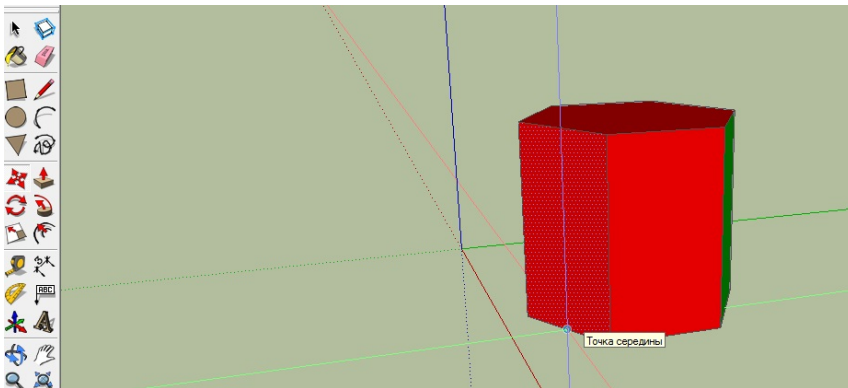

Рисунок 8.4
- «Точка середини» - блакитна точка показує серединну точку на лінії або ребрі (рис. 8.4).